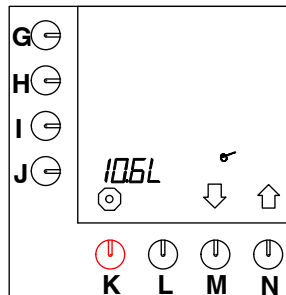

Fig. 20 Total mängd vatten
- När chefskoden har förts in visas fig. 20 på displayen.